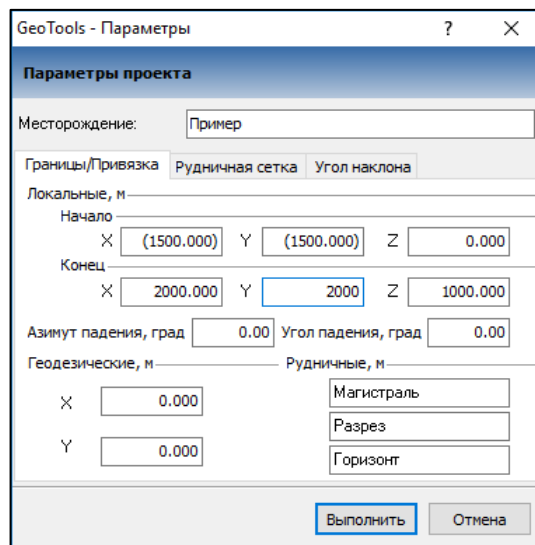

Рис. 6.1
6. Остальные параметры задайте, согласно рис. 6.1.